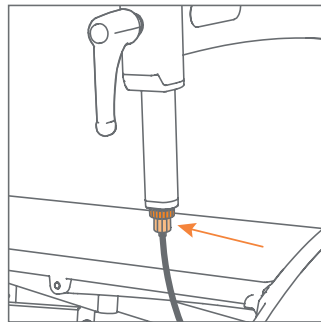

Figura 57: Detalle del ajuste del freno mediante el tornillo de ajuste en la parte superior, justo debajo del anillo de retención.
- Primero afloja el anillo de cierre (tira del cable hacia abajo para facilitarlo). Esto le da el espacio para apretar o aflojar el ajustador que está debajo **(Figura 57)**.